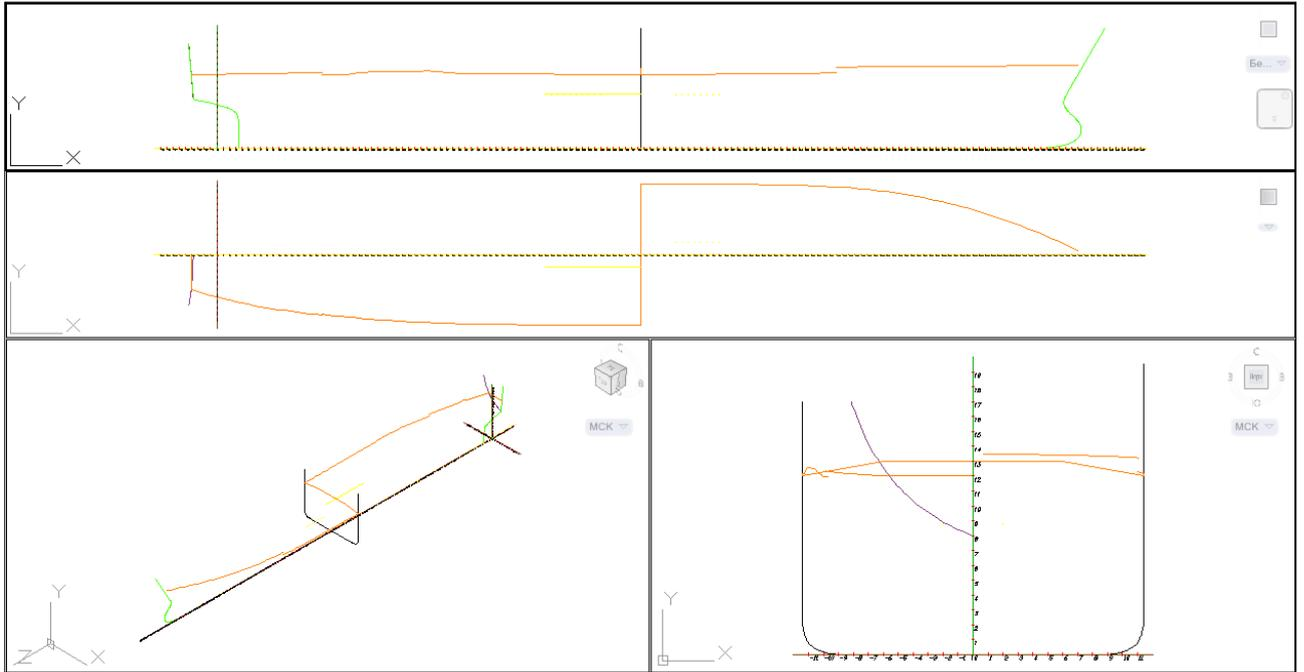

Рисунок 39. Конфигурация ТРВК
- TPBK для четырехэкранный конфигурации (сверху — вид BOK, сверху ниже BOK — вид PSH, снизу слева — вид TZ, снизу справа — вид KOR, рисунок 39).